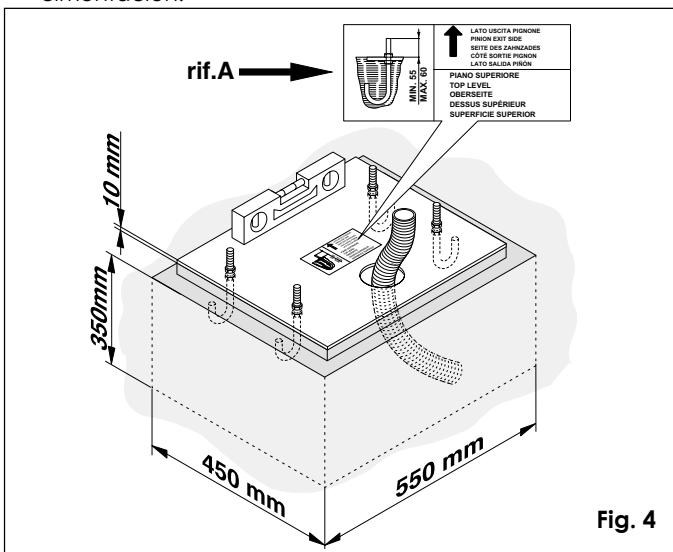
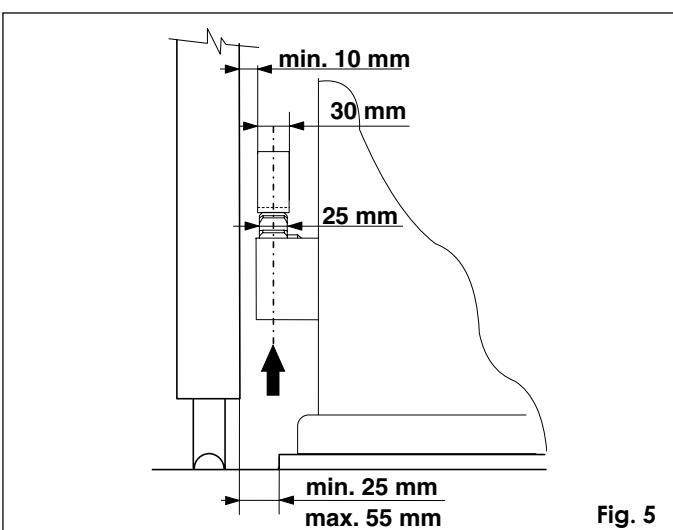
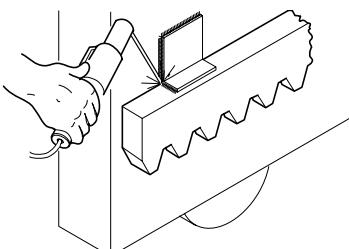

Fig. 4
Fig. 5
Fig. 10
- 1) Colocar la placa de cimentación como ilustra la fig. 4. Para las cotas de emplazamiento, consultar la fig. 5.
- 2) Ensamblar la placa de cimentación como ilustra la fig. 4 ref. A.
- 3) Realizar el plinto de cimentación con las medidas indicadas en la fig. 4 y empotrar la placa colocando una o más fundas para el paso de los cables eléctricos. Verificar la perfecta horizontalidad de la placa mediante un nivel y dejar fraguar el cemento.
- 2) Regular la altura de las patas de forma que el motorreductor quede elevado a 1 cm de la placa y la distancia a la cancela sea la que se indica en la fig. 5.
**Importante:** para fijar la cremallera a la hoja, es necesario construir soportes especiales según el tipo de cancela. En la fig. 10 se ilustra un ejemplo de soporte en "L". Para la posición de los soportes, consultar las fig. 5 y 9.